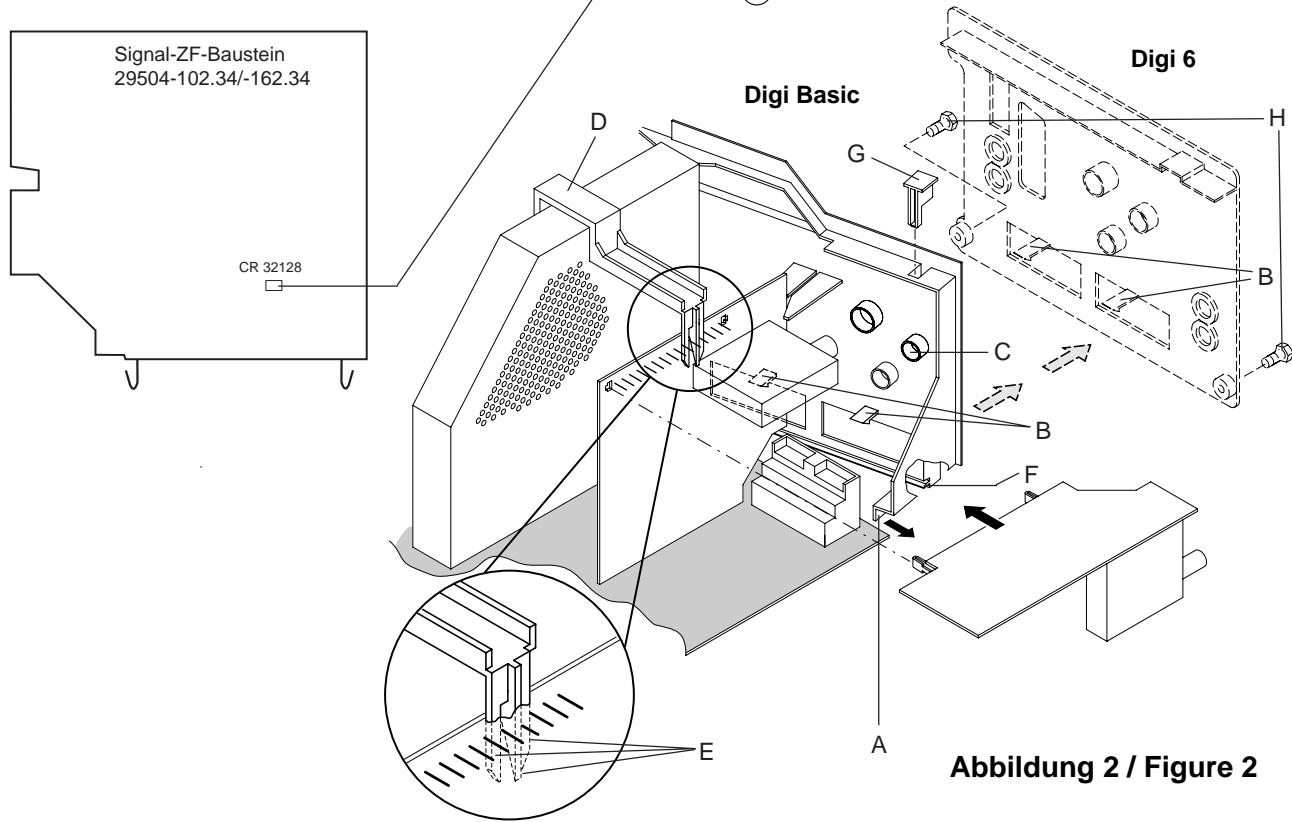

Abbildung 2 / Figure 2
- Seitlichen Rasthaken (Abb. 2, Pos. A) am Chassisrahmen links öffnen.
- 2 Rastnasen (Abb. 2 Pos. B) oberhalb der Scartbuchsen anheben und die Buchsenabdeckung seitlich wegklappen.
- Den vorgestanzten Blindstopfen (Abb. 2, Pos. C) für den SAT-Antennenanschluß in der Buchsenabdeckung ausbrechen.
- Bausteinhalter (Abb. 2, Pos. D) aushängen und 3 Haltezapfen (Abb. 2, Pos. E) abzwicken.
- SAT-Baustein auf das Signal-Modul stecken und Bausteinhalter (Abb. 2 Pos. D) einrasten.
Achten Sie darauf, daß die Chassisplatte in der Nut am unteren Rand der Abdeckung liegt (Abb. 2, Pos. F).
- Arretieren Sie den SAT-Baustein mit der Fixierung (Abb. 2, Pos. G).
- 2 Schrauben am unteren Rand der Buchsenabdeckung herausschrauben (Abb. 2, Pos. H).
- 2 Rastnasen (Abb. 2, Pos. B) oberhalb der Scartbuchsen anheben und die Abdeckung nach hinten wegziehen.
- Bausteinhalter (Abb. 2, Pos. D) aushängen und SAT-Baustein auf das Signal-Modul stecken.
- Open the lateral catch (fig. 2, pos. A) on the left of the chassis frame.
- Lift the 2 catches (fig. 2, pos. B) above the Scart sockets and hinge away the socket cover to the side.
- Break off the prepunched dummy plug (fig. 2, pos. C) for SAT aerial connection on the socket cover.
- Detach the module holder (fig. 2, pos. D) and pinch off the 3 holding lugs (fig. 2, pos. E).
- Insert the SAT Module into the Signal Module and lock the module holder into place (fig. 2, pos. D).
Take care that the chassis board fits into the groove at the lower edge of the cover (fig. 2, pos. F).
- Fasten the SAT Module with the fixing device (fig. 2, pos. G).
- Undo 2 screws at the lower edge of the socket cover (fig 2, pos. H).
- Lift the 2 locking lugs (fig. 2, pos. B) above the Scart sockets and pull off the cover towards the rear side.
- Detach the module holder (fig. 2, pos. D) and insert the SAT Module into the Signal Module.